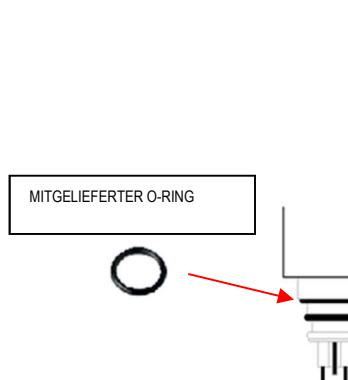

Abb. 4
2. Setzen Sie den mitgelieferten O-Ring von der Unterseite aus ein und positionieren Sie diesen unter der Befestigungsmutter des Heizkörpers (Abb. 4).